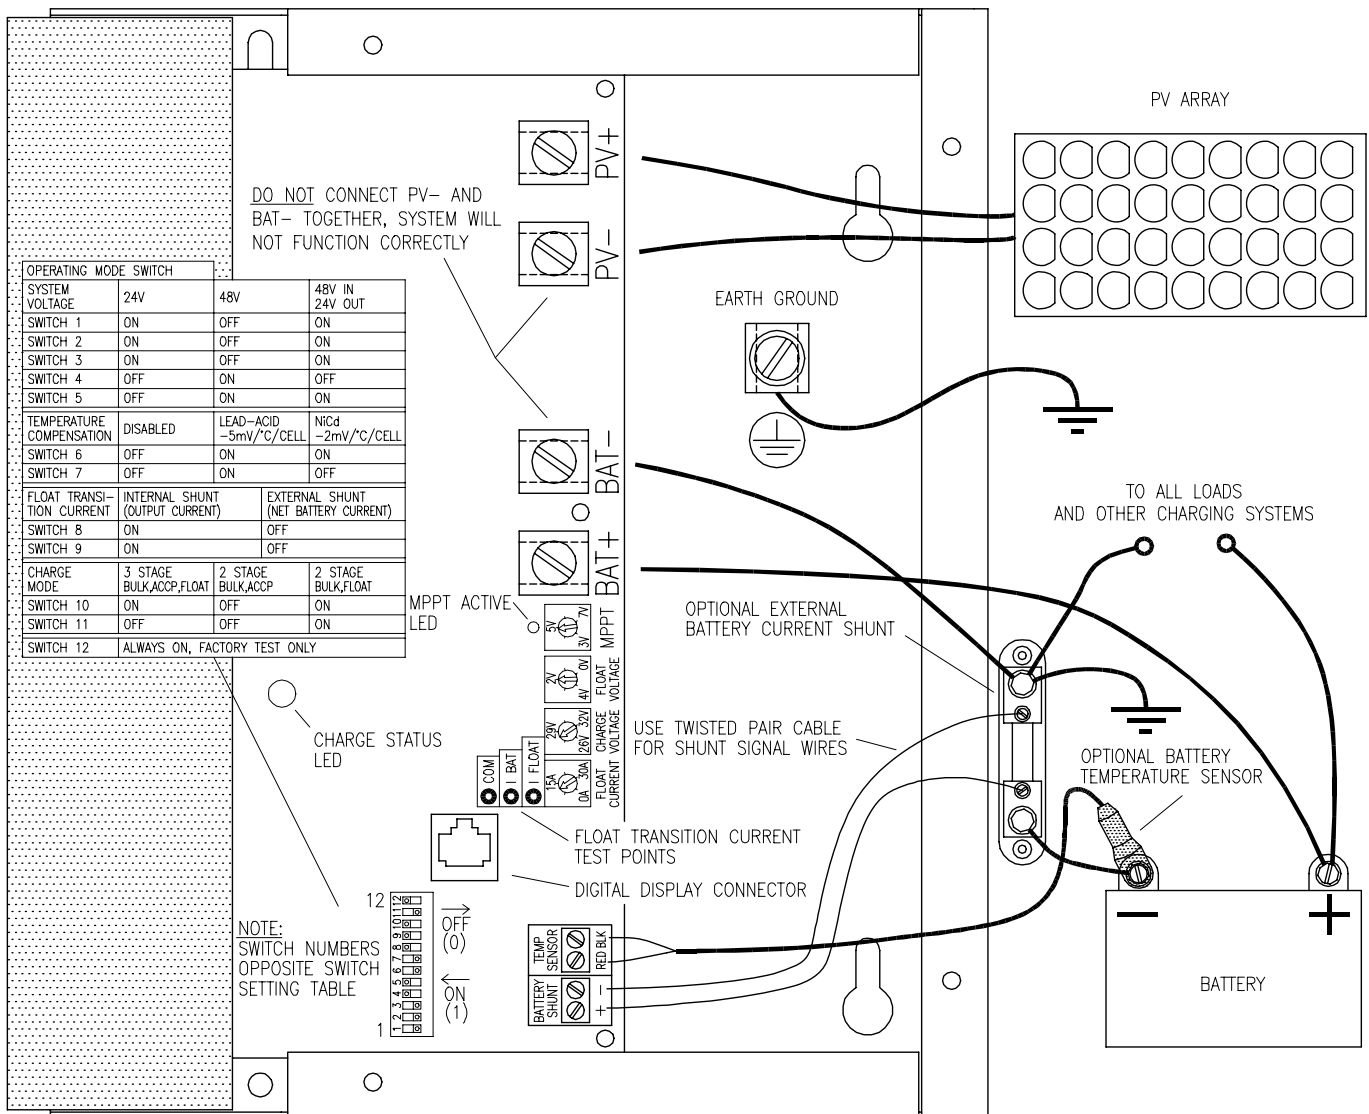

FIGURE 3
➤ **WARNING:** Read, understand and follow the Important Safety Instructions in the beginning of this manual before proceeding. To reduce the risk of fire, connect only to a circuit provided with 40 amperes maximum branch-circuit over current protection installed and wired in accordance with National Electrical Code, ANSI/NFPA 70. This unit is not provided with a GFDI device and must be used with an external GFDI device as required by Article 690 of National Electrical Code for the installation location. To reduce risk of electric shock, remove all sources of power, PV and battery before installing. Adjustments or connections other than those shown in Figure 3 void the limited warranty.
➤ **AVERTISSEMENT:** Avant de procéder, lire, comprendre et suivre les instructions importantes de sécurité spécifiés au début de ce manuel. Afin de réduire le risque d'incendie, brancher uniquement à un circuit fourni d'une protection contre le courant excessif de 40 ampères par circuit de dérivation, installé et câblé en conformité avec le Code Électrique National ANSI/NFPA 70. Cet appareil n'est pas fourni avec un dispositif GFDI (détecteur et interrupteur différentiel) externe tel que prévu dans l'Article 690 du Code Électrique National pour le lieu de l'installation. Afin de réduire le risque de choc électrique, éloigner toute source de puissance photovoltaïque et batterie, avant l'installation. Tout ajustement et branchement autre que ceux montrés dans la Figure 3, frappent de nullité la garantie limitée.
➤ **WARNUNG:** Vor dem Behandeln lesen, verstehen und folgen Sie die wichtigen Sicherheitshinweise am Anfang dieses Handbuchs. Um die Feuergefahr vorzubeugen, schalten Sie bei einem mit Parallelstromkreis der mit einem Stromschutz von höchstens 40 Ampere versorgt ist, gemäß der Nationalen Eletrischen Code ANSI/NFPA 70, ein. Dieses Einheit ist nicht mit einem GFDI-Gerät ausgestattet und muss daher mit einem externen GFDI-Gerät betrieben werden, wie es in Paragraph 690 des Staatlichen Elektrogeneszbuches [*National Electrical Code*] für den Installationsort vorgeschrieben ist. Um die Gefahr eines elektrischen Schocks zu vermeiden, entfernen Sie alle Strom-, PV und Batteriequellen vor der Installation. Andere Einstellungen oder Konnexionen als diejenigen in Abbildung 3 heben die begrenzte Garantie auf.
- Solar Boost 3048 has setup options that may need to be configured prior to connection and use. These setup options are configured by setting a single 12 position dip switch and four potentiometers located on the main circuit board as shown in Figure 3.
- Solar Boost 3048 a d'options de paramétrage dont la configuration pourrait être nécessaire avant le branchement et l'utilisation. Ces options sont paramétrées en fixant un seul commutateur à 12 positions et quatre potentiomètres situés sur le panneau du circuit principal (Voir Figure 3).
- Solar Boost 3048 hat Einstellungsoptionen, die vor der Einschaltung und Benutzung konfiguriert werden müssen. Diese Einstellungsoptionen sind konfiguriert, indem ein einziger 12 Position Schalter und vier Potentiometer die sich auf der Hauptstromkreistafel befinden wie in Abb. 3, eingestellt werden.
If battery load current is highly variable during charge more effective charge control can be obtained through the use of an external current shunt measuring net battery charge current. The wiring diagram of Figure 3 shows how this optional external current shunt would be used. This external shunt can be an already existing shunt as long as it is in the negative leg of the battery and is wired to measure net battery current. Note that each measuring device connecting to this shunt should have its sensing wires connected directly to the shunt sensing screw terminals. A variety of optional current shunts are available through your Blue Sky Energy dealer.
The unit updates the maximum power operating point approximately every 10 seconds by briefly turning off the output to sample PV open circuit voltage. It then operates the PV array at a voltage approximately equal to the sampled open circuit voltage minus the MPPT voltage setting. Factors other PV open circuit voltage fine tune the actual operating point, but PV open circuit voltage is the primary factor. Note that the values above and the scaling shown on the MPPT adjust potentiometer in Figure 3 relate to a single 36 cell module. When two or four modules are connected in series for a 24V or 48V input system, Solar Boost 3048 automatically multiplies the voltage difference setting between V_{OC} and V_{MP} by two or four based on the position of dip switch 5.
If LED does not remain on, MPPT is not operating due to a combination of high PV temperature and/or high battery voltage. MPPT can usually be made to operate by lowering battery voltage through application of a heavy DC load. If in doubt, leave the adjustment at the factory default position of approximately 11:00 o'clock as shown in Figure 3.